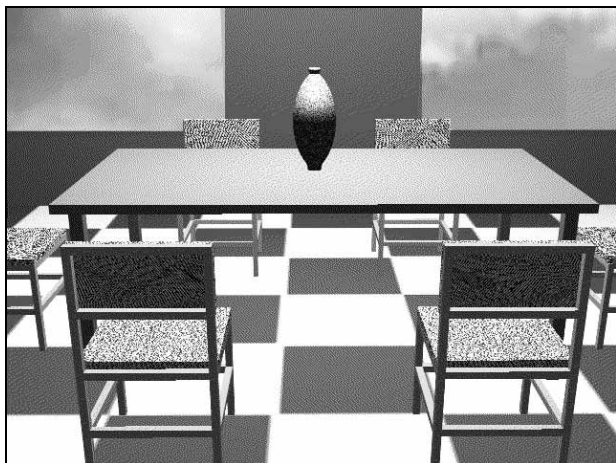

Рис. 10.35. Элементы интерьера помещения после тонирования изображения
В этом упражнении один из именованных видов, созданных в упражнении предыдущей главы, тонируется для создания фотореалистичного изображения (рис. 10.35). Для выполнения упражнения необходим любой растровый файл с изображением неба, который используется в качестве фона, видимого в окнах помещения.
4. Сохранить полученное изображение (см. рис. 10.35) в файле с расширением **BMP**.